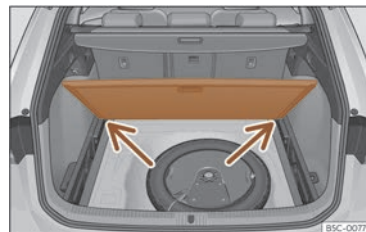

Fig. 180 Terra variable del maleters: posició inclinada.
- Recolzeu el terra sobre els espais previstos per a aquest ús >>> **fig. 180** (fletxes).